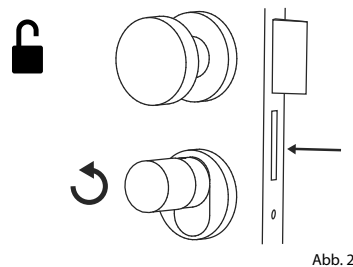
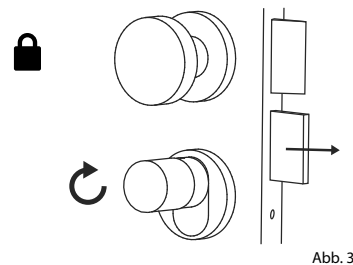

Abb. 2
Abb. 3
- 2 Je nach vorliegendem Zylinder, erhalten Sie eine visuelle Rückmeldung durch aufleuchten einer roten LED im Zylinderknopf. Der Zylinder ist nun freigegeben und das Schloß kann geöffnet (Abb. 2) bzw. abgeschlossen werden (Abb. 3).